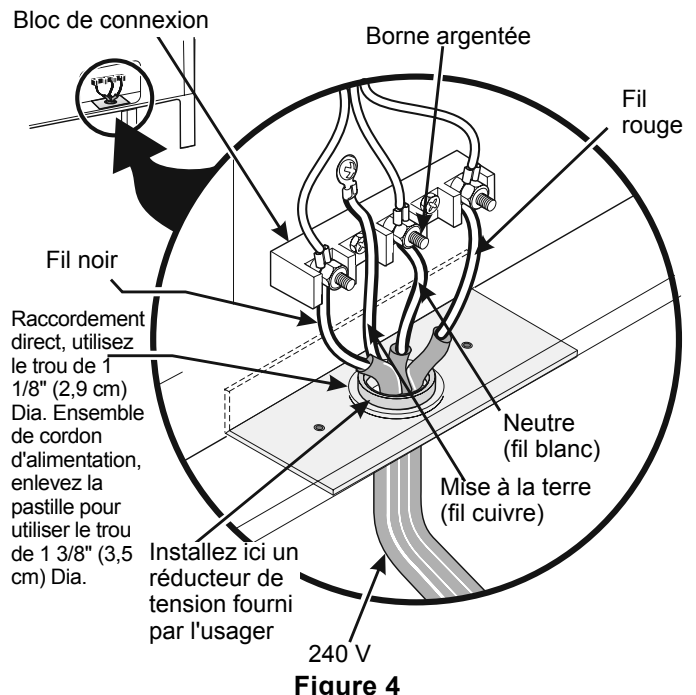

Figure 4
Si les codes locaux NE permettent PAS la connexion du conducteur de mise à la terre du châssis au fil neutre du cordon d'alimentation en cuivre (voir fig. 4).
3. Branchez le fil de mise à la terre (vert) du cordon d'alimentation cuivré, au châssis de l'appareil avec la vis de mise à la terre, à l'aide du trou dans le châssis à l'endroit où la bande de mise à la terre a été enlevée (voir Fig. 4).